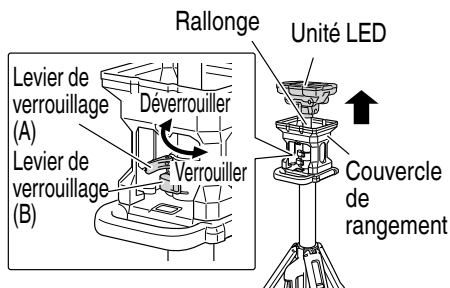

Fig. 11
- (2) Relâchez le levier de verrouillage (A) comme indiqué sur le schéma, soulevez l'appareil à DEL d'environ 12" (30 cm), puis verrouillez à nouveau le levier de verrouillage (A). Réglez à présent l'angle de l'objectif. (Fig. 11, 12)